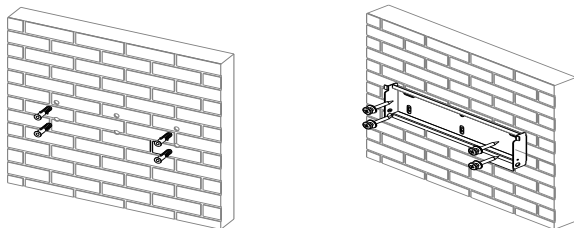

FIG.6-7 Instalar chumbadores de expansão FIG.6-8 Fixar o suporte de montagem na parede
2) Bata os chumbadores de expansão nos quatro orifícios correspondentes e, em seguida, fixe o suporte de montagem na parede com parafusos auto-roscentes, de acordo com a FIG. 6-7 e FIG. 6-8.